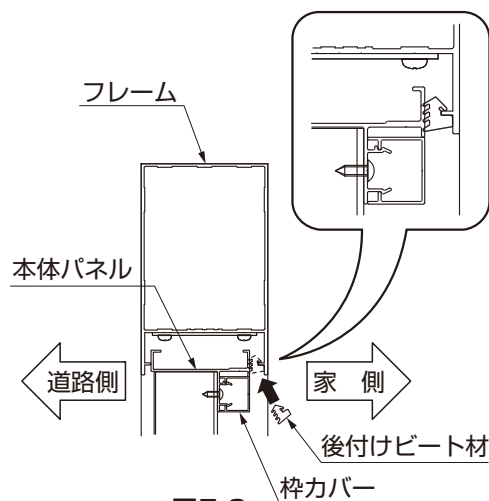

図5-6
- ③後付けビート材を本体パネルとフレームのすき間にはめ込んでください。（図5-6参照）
- ④余分な後付けビートを切詰めてください。